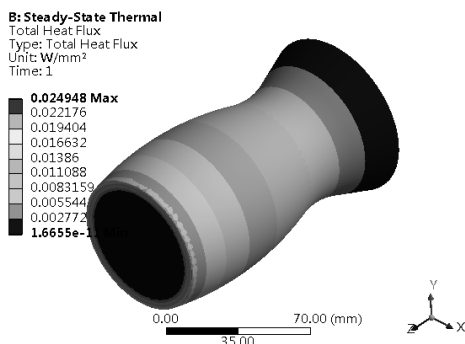

图 15-28 热流量云图
Step5：同样的操作方法，查看热流量，如图 15-28 所示。